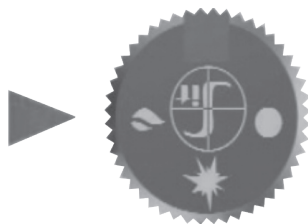

Рисунок 14
7. Слегка нажмите ручку управления и поверните ее в положение «Включено» (Рисунок 14). Клапан достигает максимального открытия в течении 10 сек.